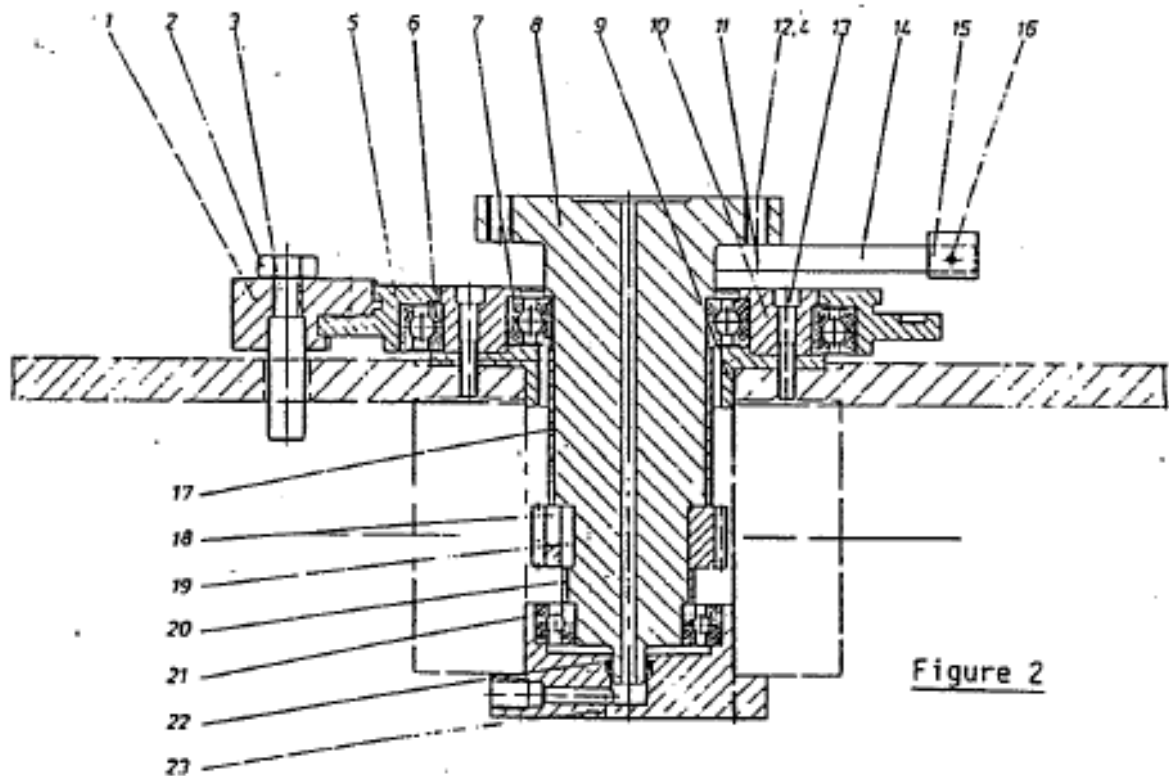

Figure 2
La rotation de l'arbre est obtenue par l'action d'un vérin rotatif pneumatique, équipé d'un frein hydraulique. Celui-ci assure un mouvement de rotation régulier. La vitesse est ajustée au moyen de 2 réducteurs de débit, placés sur les conduites d'huile. Un ensemble pignon-crémaillère transforme le mouvement rectiligne en un mouvement de rotation qui est transmis à l'arbre de rotation (8), figure 2, monté sur les roulements (7)(21). Les mouvements sont limités par des butées réglables, amortis en fin de course par des amortisseurs hydrauliques également réglables. En fin de rotation ou en position d'arrêt intermédiaire, le taquet (16), qui fait partie de l'arbre de rotation (8), vient en appui sur les butées de fin de course ou sur la butée intermédiaire qui sont toutes les trois fixées sur le plateau de rotation libre (5), qui, de ce fait, se trouve entraîné.
La partie mobile de ce module est constituée par un profil d'aluminium carré servant de guide, dans lequel est incorporé un vérin pneumatique. Ce profil est pourvu de 4 bandes de glissement en acier à ressort interchangeable sur lesquelles glissent 8 patins de guidage (49, fig. 2).